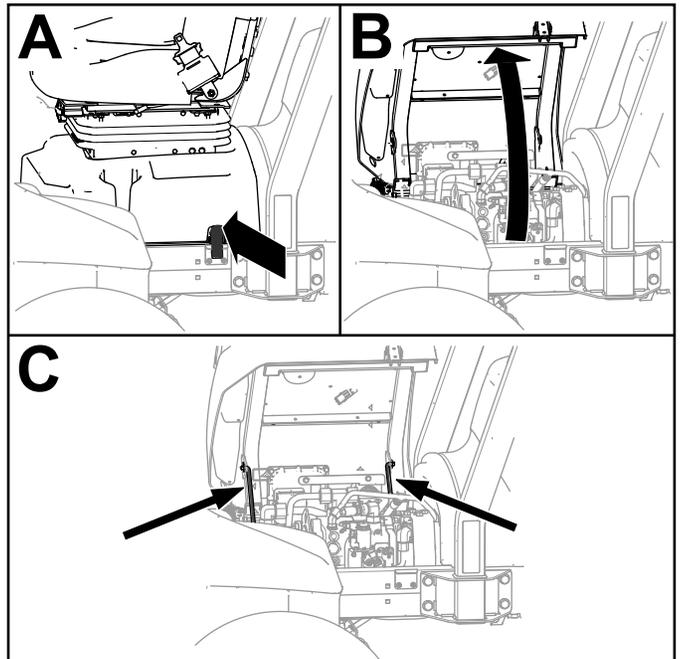

Bild 104
1. Entriegeln Sie das Sitzunterteil (A in Bild 104).
2. Klappen Sie den Sitz und das Sitzunterteil auf (B von Bild 104).
3. Stützen Sie beides mit den Stützen ab (C von Bild 104).